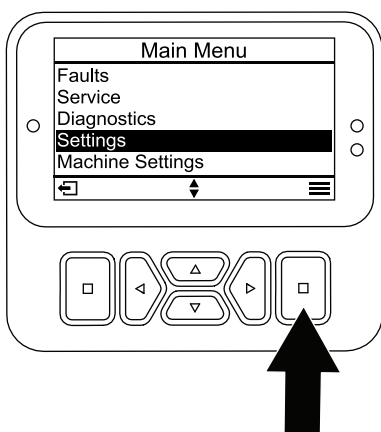

Figura 19
1. En MAIN MENU (menú principal), vaya al menú SETTINGS (Ajustes) y pulse el botón Seleccionar (Figura 19).